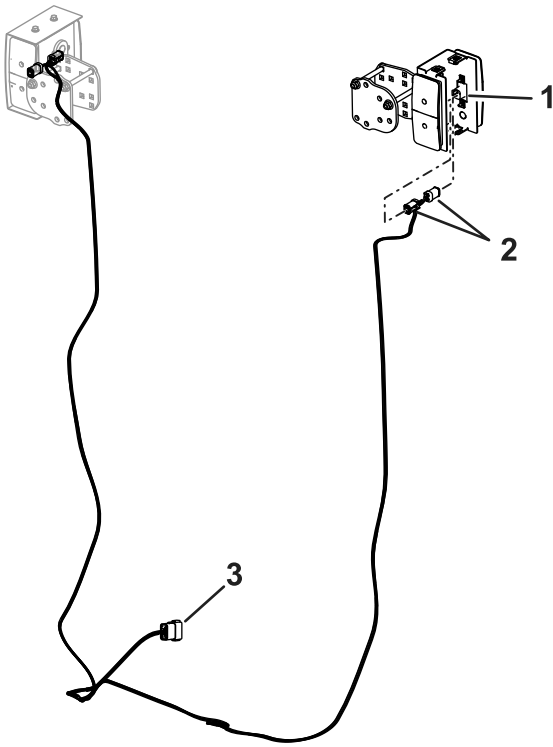

Figura 21
- Enchufe el conector de 12 pines del arnés de cables en el arnés principal (Figura 21).
- Enchufe el arnés en las luces delanteras y traseras (Figura 21).